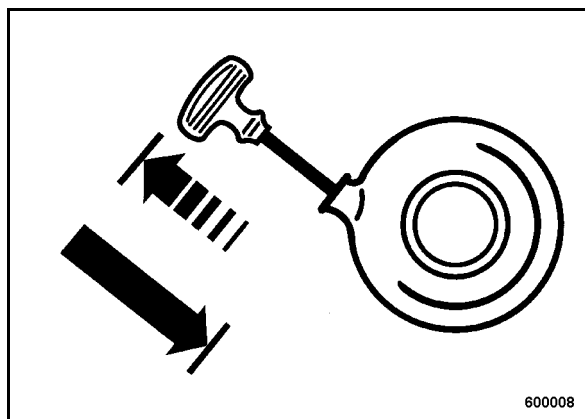

рис. 21
- Слегка потянуть ручку стартера (рис. 21), пока не почувствуется сопротивление (давление сжатия), но не вытягивать ее полностью.